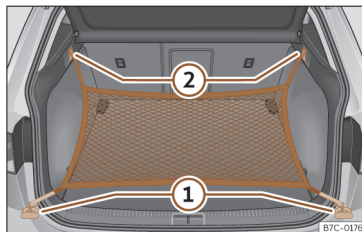

Fig. 166 Na bagageira: argolas (1) e ganchos (2) para fixar o saco de rede.
- Fixe os ganchos curtos da rede nas argolas de fixação >>> **Fig. 166** (1) >>> . O fecho de correr do saco deve ficar voltado para cima.
- Fixe as fitas nos ganchos para prender sacos (2).